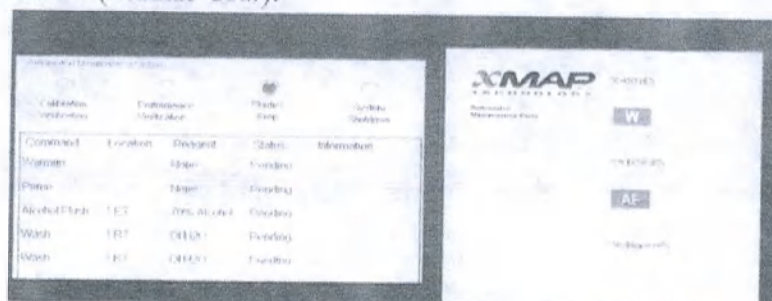

Рисунок 9 – Последовательность команд для начала работ
8. Последовательность команд будет заполнена автоматически (рисунок 9). Далее нажмите на кнопку «RUN» («ЗАПУСК»).